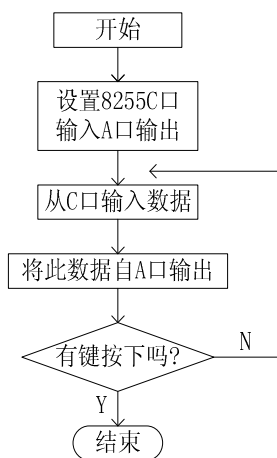
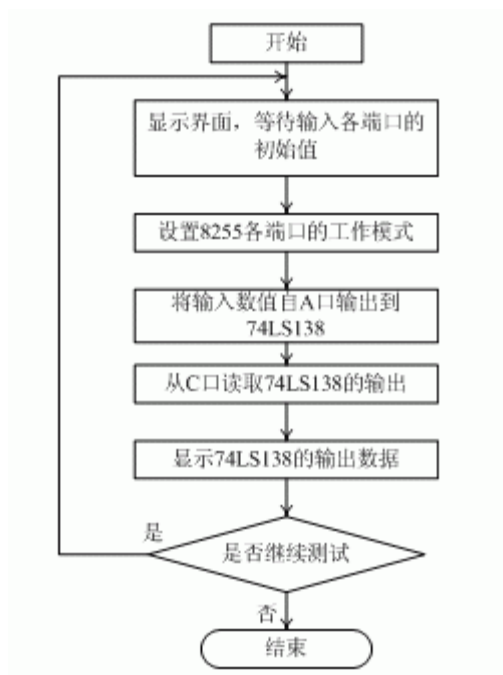

图4-2
图4-4
- 3、按图4-2连接硬件电路，以测试3-8译码器74LS138为例。
2、参考流程图(见图4-2、图4-4):